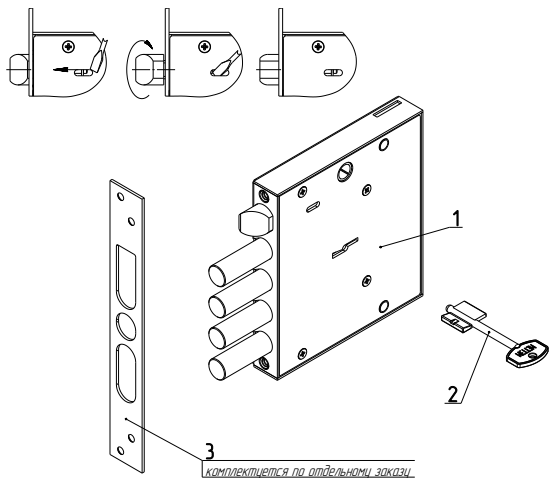

Рис.1
Комплектность замка приведена в таблице и показана на рис. 1.
- 4.1. Внешний вид и установочные размеры замка показаны на рис.1, 2.
5.2. Установить при необходимости защёлку в соответствующее положение для правой или левой двери путем ее выдвигания из корпуса отверткой через паз в крышке замка и разворота на 180° вокруг своей оси (см. рис.1).